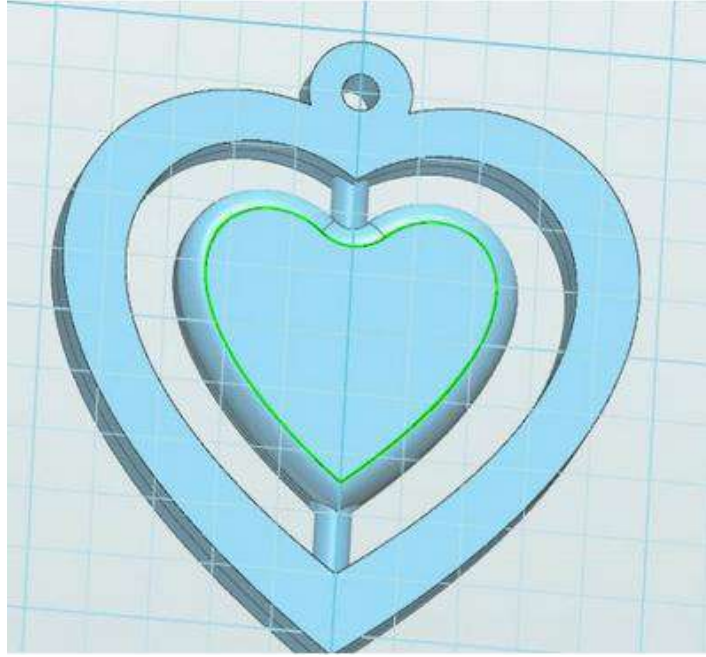

图 1-18
Step 18 最后一步刻字。点击“草图绘制”，选择“预制文字”功能，选择中间的心的平面，点击“上”把视图摆正，如下图 1-18 所示：